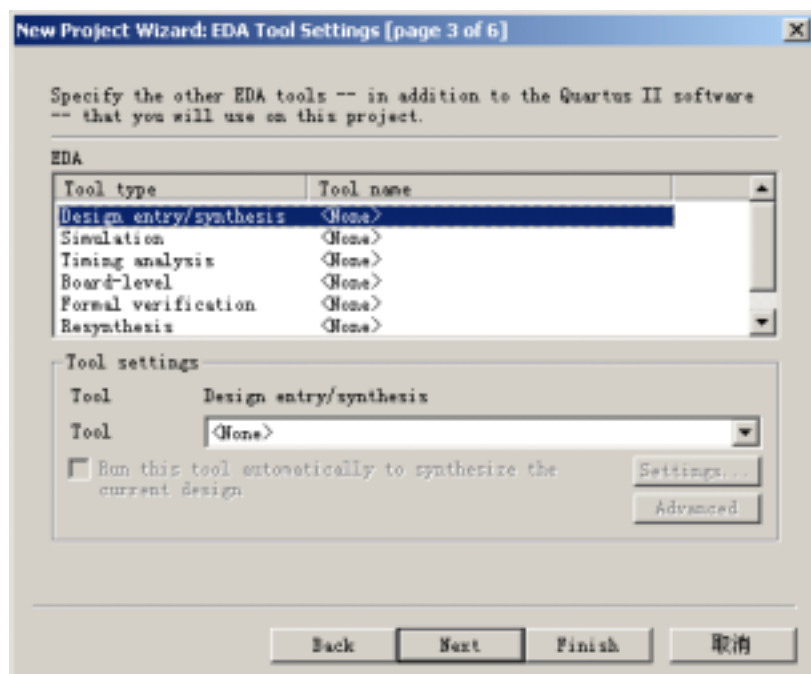

图 2-6 选择仿真器和综合器
(4) 选择目标芯片。单击图 2-6 中的 Next 按钮，选择目标芯片。首先在 Family 栏选择 MAX7000S，在 Available devices 栏选择 EPM7128SLC84-15，可通过右侧的封装、引脚